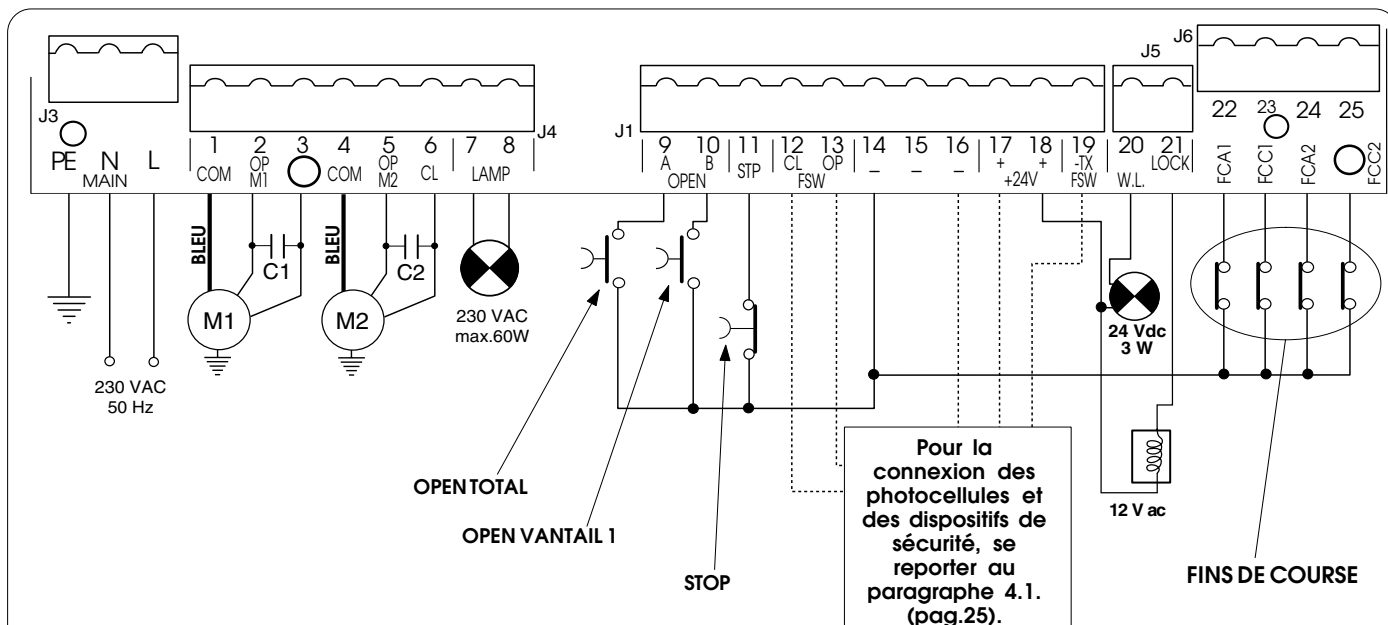

Fig. 2
- Connecter la terre à la borne spécifique prévue sur le connecteur J3 de la platine (voir fig.2).
4.2. Bornier J3 - Alimentation (fig. 2)
4.3. Bornier J4 - Moteurs et feu clignotant (fig. 2)
4.4. Bornier J1 - Accessoires (fig. 2)
4.5. Bornier J5 - Lampe-Témoin et Electroserre (fig. 2)
4.7. Bornier J6- Fins de course et/ou Gatecoder (fig. 2)